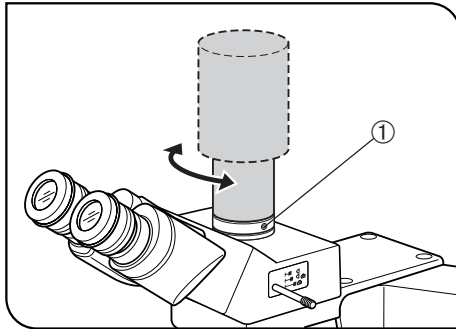

Fig. 5
(Figs. 5 y 6)
1. Cuando no se utiliza el adaptador de la cámara de tipo lente de aumento: Afloje el tornillo de sujeción ① del tubo recto del tubo triocular, gire la cámara y apriete el tornillo ① de nuevo. (Fig. 5).